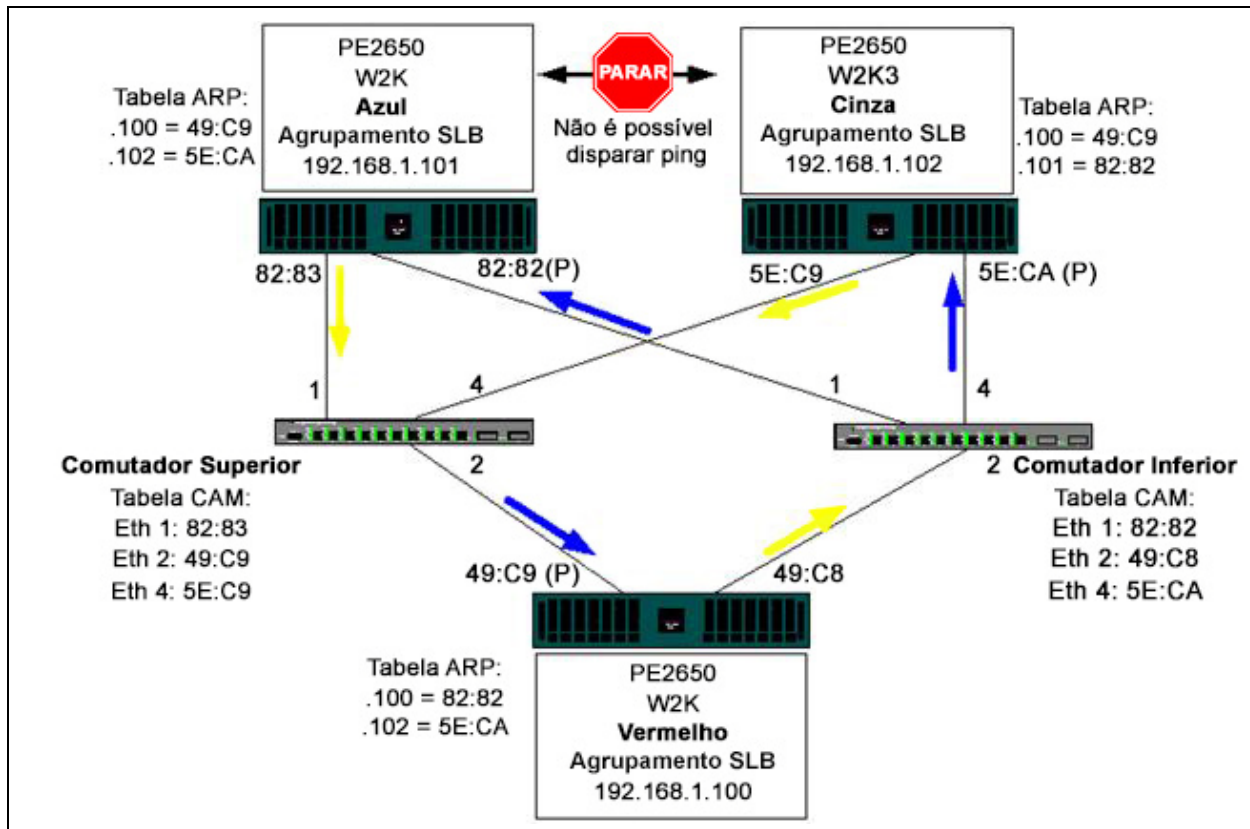

Figura 11-3. Agrupamento através de comutadores sem um link de interconexão
- A Figura 11-3 é uma configuração sem cabo de interconexão entre os dois comutadores.